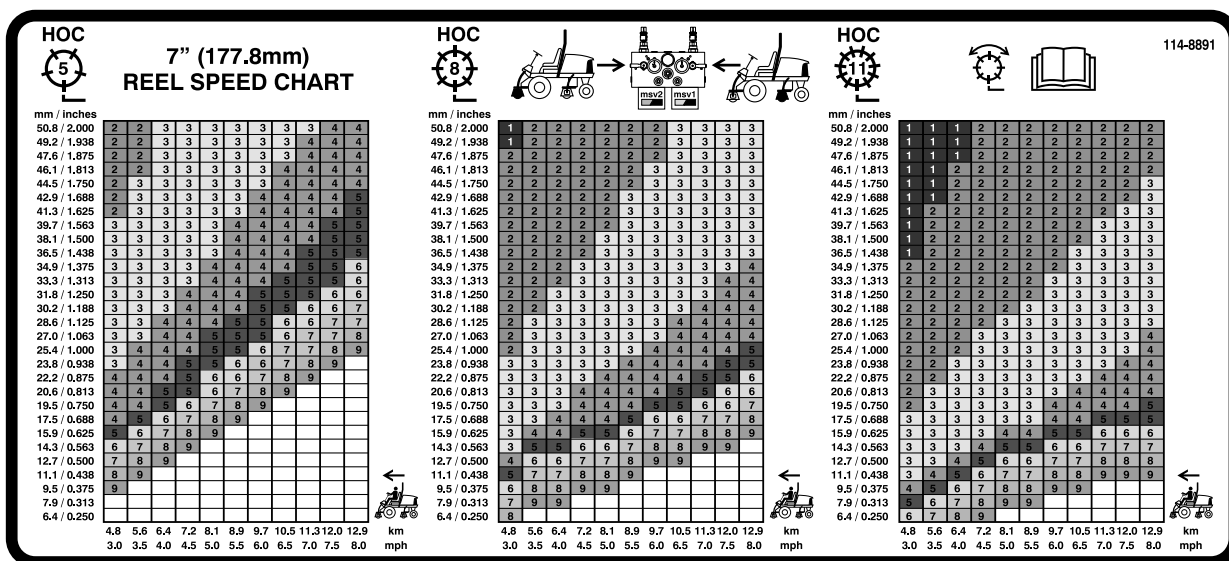

Figura 40
- Usando el gráfico apropiado de la pegatina 110-0996 (Figura 40), determine el ajuste correcto para la velocidad de los molinetes.